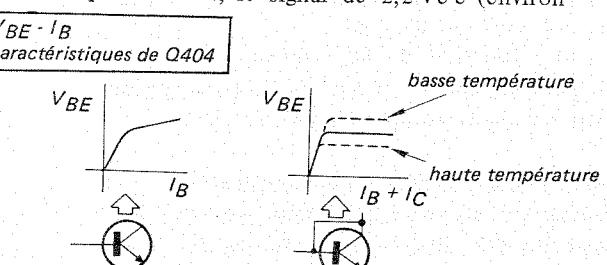

Fig. 10
- D401, Q403, Q404 et D402 constituent une source de tension constante compensée thermiquement qui fonctionne comme suit (les tensions dont il est question ici sont relatives à la tension B-): D402 (EQB01-05) est une diode zener 5 V qui maintient l'émetteur de Q404 au niveau +5 V. Afin d'obtenir du collecteur de Q404 une tension VBE uniforme, la base et le collecteur de ce transistor sont banchés comme indiqué Fig. 10. Les caractéristiques résultant de ce branchement sont également indiquées Fig. 10.